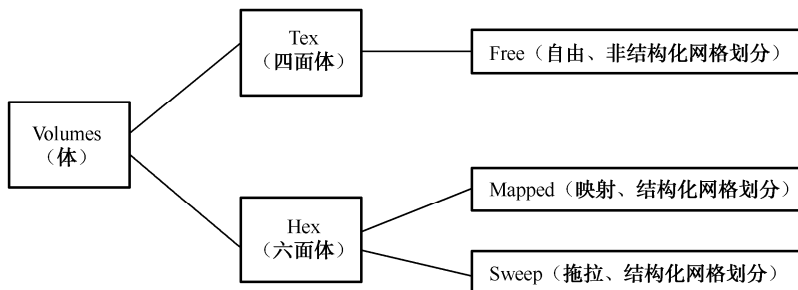

图 2-54 体模型网格划分
- (1) 体模型：网格划分如图 2-54 所示。
- (2) 面模型：可自由选择单元形状与网格划分方式，视具体情况而定。
- (3) 线模型和关键点模型：没有单元形状和网格划分方式选项。